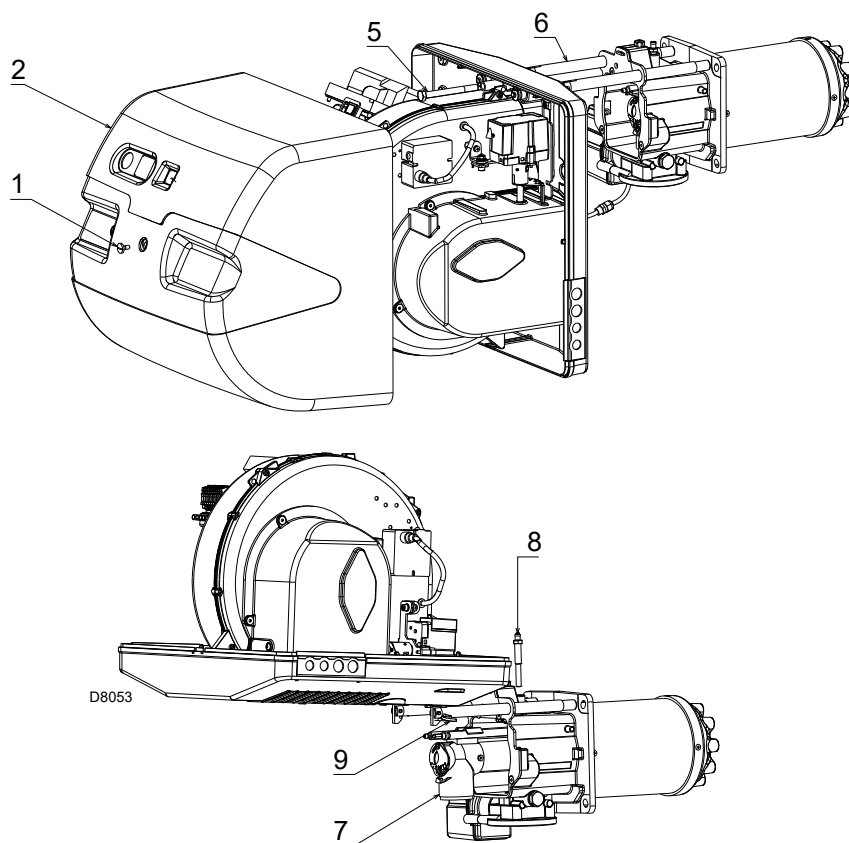

Abb. 37
- Die Schrauben 1)(Abb. 37) lockern und die Haube 2) abnehmen.
- Den Splint 9)(Abb. 37) entfernen und den Brenner bis auf etwa 100 mm von der Muffe wegschieben.